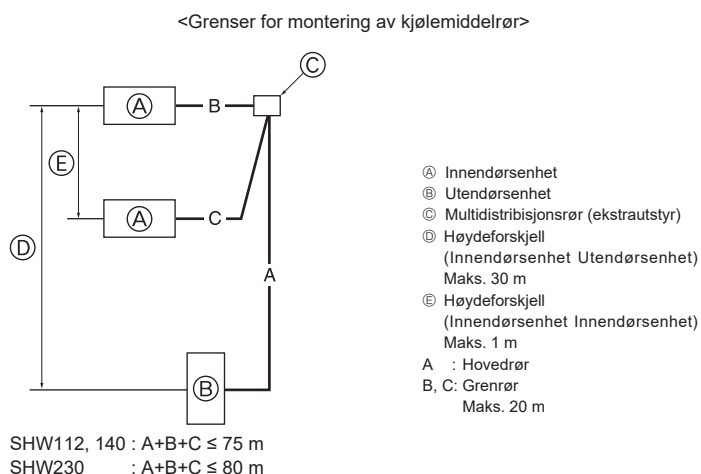

Fig. 4-9
4.7. For dobbelt-/trippe-/kvadrupplekombinasjon (Fig. 4-9) (kun for klimaanlegg)